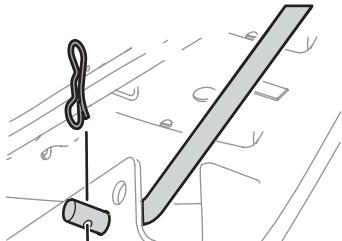

Figure 25
7. Retirez la goupille fendue qui fixe la tige de relevage avant au plateau. Voir Figure 25. Faites sortir la tige de relevage du support avant.